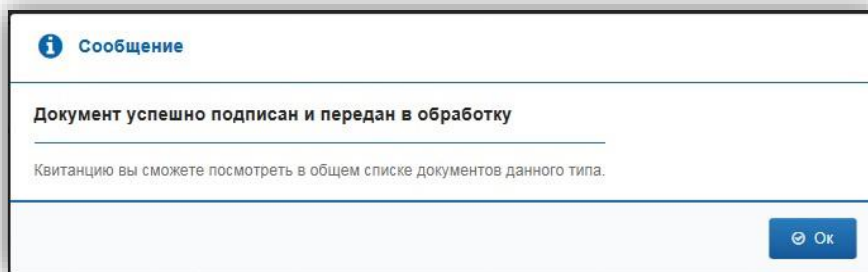

Рисунок 80 – Документ успешно подписан и передан в обработку
4) Форма подписи документа закроется, и отобразится окно с сообщением об успешном оформлении заказа. Чтобы закрыть данное окно, нажмите кнопку «Ок» (рис. 80).